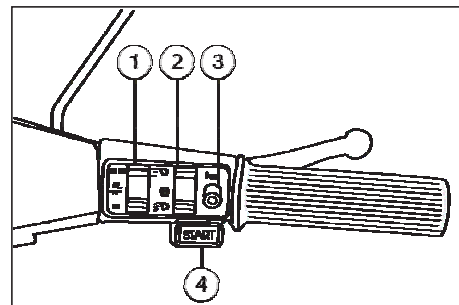

Abb. 21
2.1 Rechte Lenkerseite (Abb. 21).